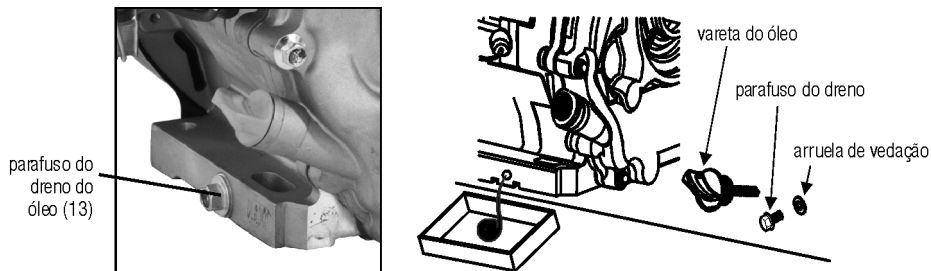

Fig. 12 – Troca de óleo
- 4 – Remova a tampa de dreno do cárter (fig. 12);